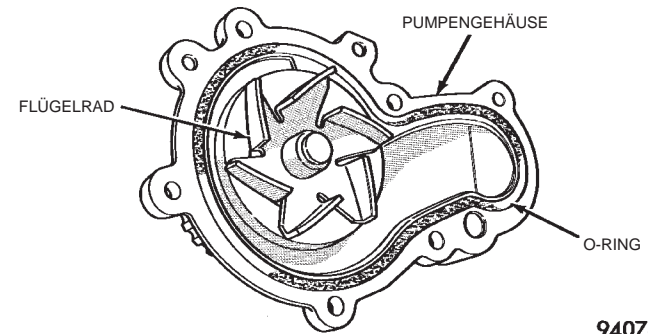

Abb. 23 Gehäuse der Wasserpumpe
(1) Einen neuen O-Ring in die entsprechende Nut am Pumpengehäuse einlegen (Abb. 23).